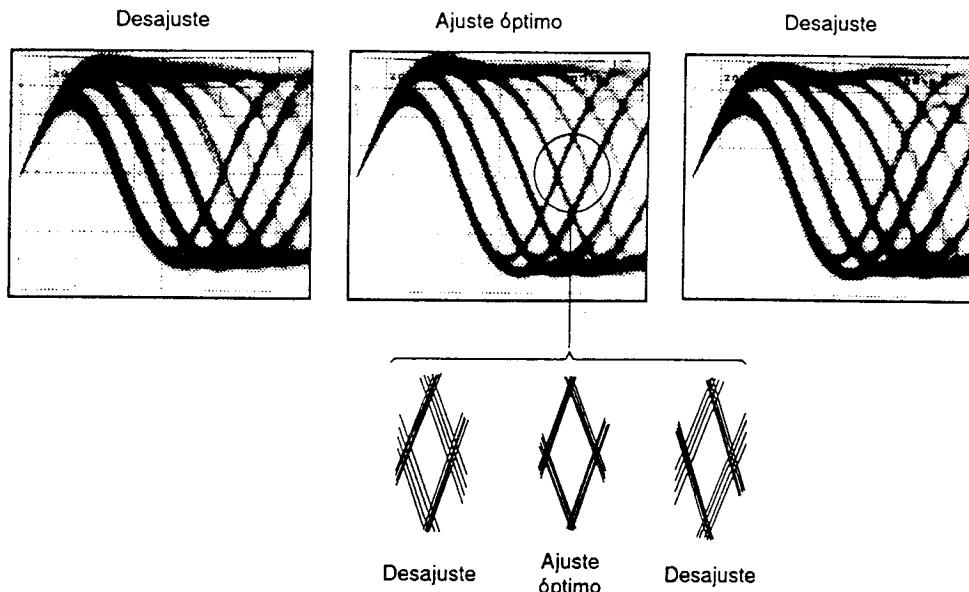

Figura 5 Patrón óptico
3. A continuación, gire el tornillo de ajuste de inclinación radial con un destornillador Phillips hasta que el patrón ocular (la forma de diamante del centro de la señal de RF) pueda verse con la mayor claridad (Figura 5).